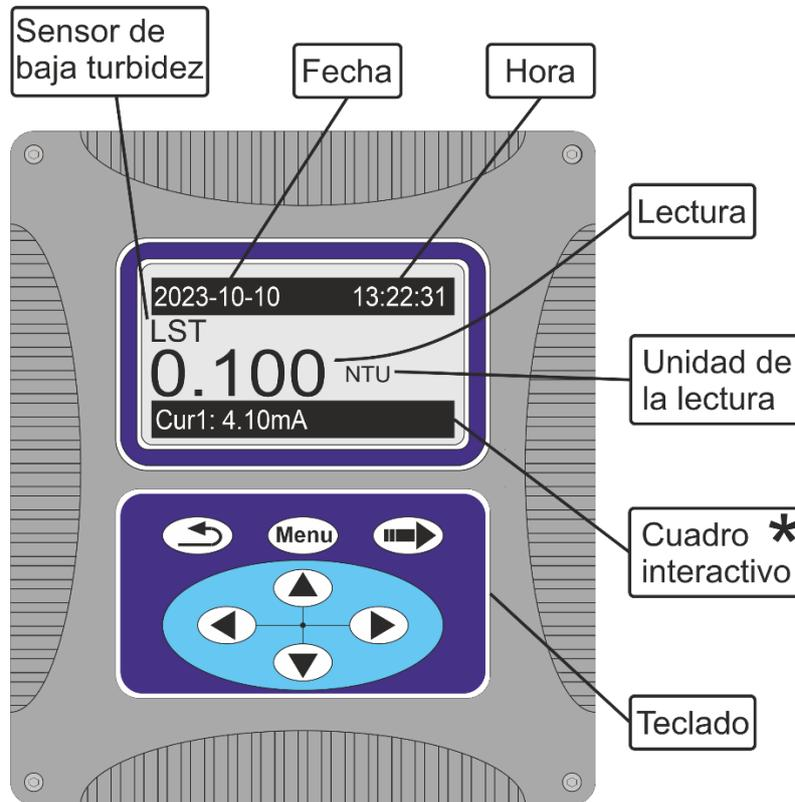
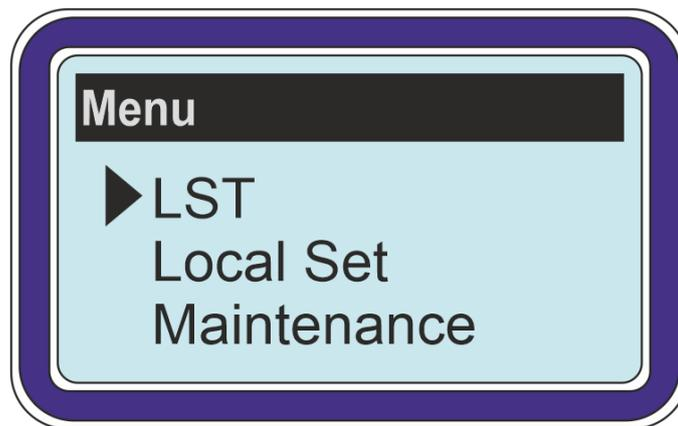

Figura 1.1 Pantalla principal del computador
Figura 4.1 Pantalla de "Menú"
La pantalla de monitoreo de turbidez, que es la pantalla principal del computador, se muestra en la figura 1.1.
* El cuadro interactivo de la figura 1.1 revela información en tiempo real sobre la salida de 4-20 mA, las alarmas y la de memoria. Presionando el botón  o  se ven las distintas opciones.
Presione la tecla MENU en el teclado del computador, la cual puede verse en la figura 1.1 para ingresar a la pantalla que se muestra en la figura 4.1.